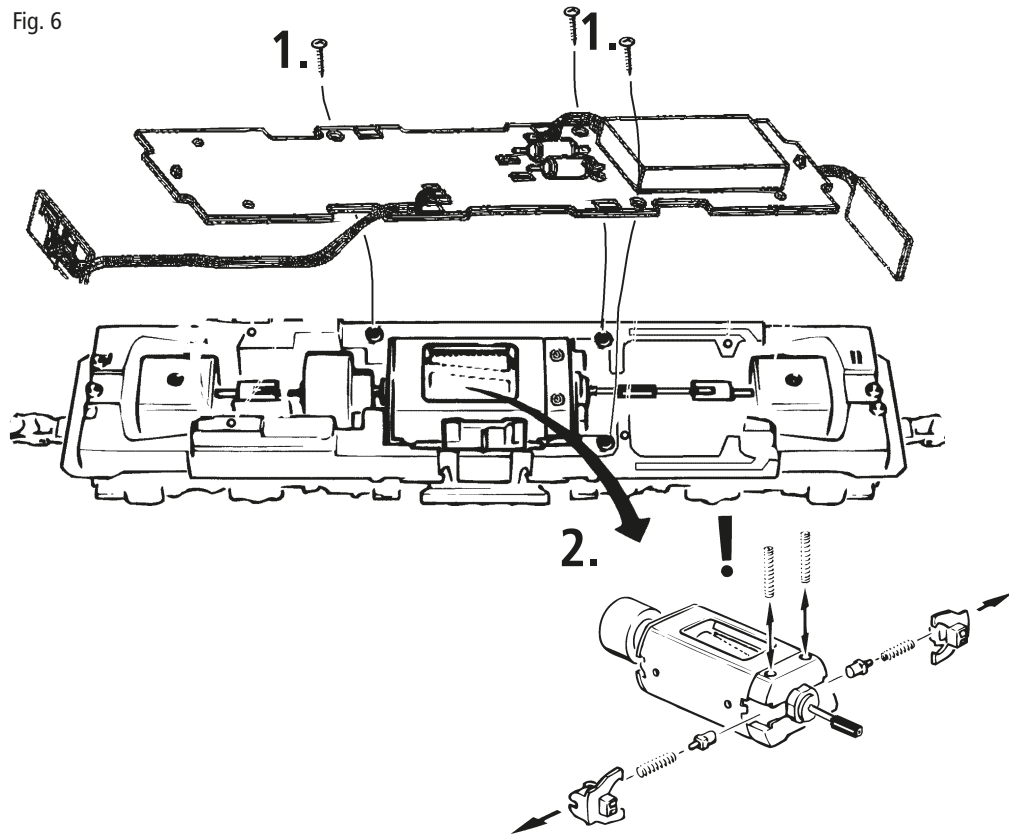

Fig. 7
3. Haftreifenwechsel: Zuerst den Getriebedeckel abnehmen (Fig. 4). Danach den **Radsatz** herausnehmen und die **Haftreifen** mit einer Nadel od. mit einem feinen Schraubendreher abziehen (Fig. 7). Beim Aufziehen der neuen Haftreifen darauf achten, dass diese sich nicht verdrehen.
3. Change of traction tyre: Remove the gear cover (fig. 4). Take out **wheel set** and remove **traction tyre** using a pin or a fine screwdriver (fig. 7). When pressing on the new traction tyre please **avoid twisting it**.
3. Échange des bandages d'adhérence: Démontez d'abord **le couvercle du carter des engrenages** des en-grenages (fig. 4). Délogez ensuite les essieux ban-dagées et enlevez, à l'aide d'une aiguille ou d'un tourne-vis fin, les bandages d'adhérence (fig. 7). Lors du montage des nouveaux bandages veuillez veiller à ce que les bandages **ne soient pas tor-dués**.